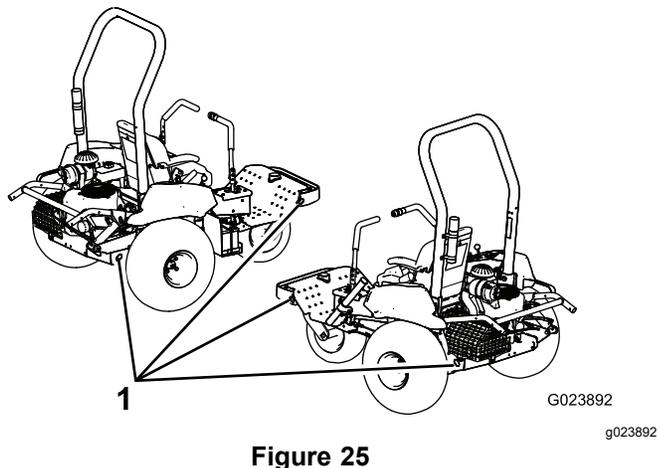

Figure 25
5. Servez-vous des points d'attache sur la machine (Figure 25) pour arrimer solidement la machine sur le véhicule de transport avec des sangles, des câbles ou des cordes.